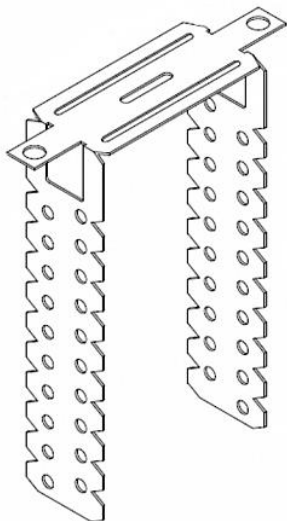

Рис. 4
- через прямой подвес (рис. 4);